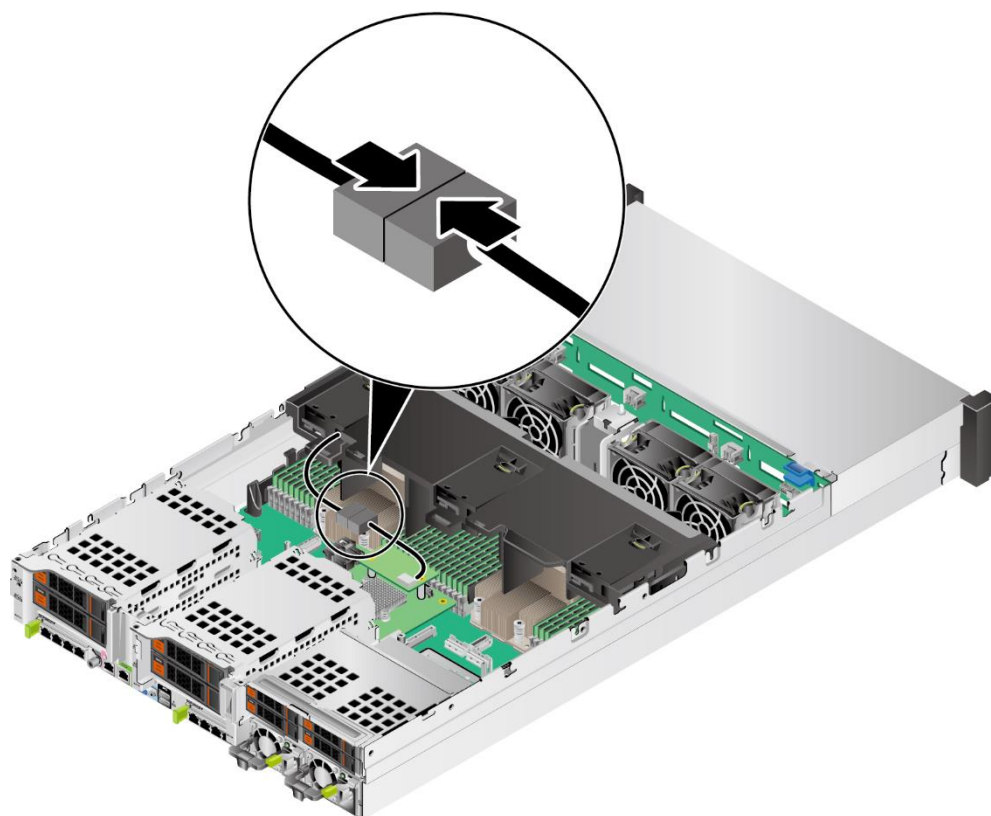

图 3-19 连接超级电容线缆
9. 如果服务器选配超级电容，需要连接超级电容和 TFM 卡之间的连线，如图 3-19 所示。